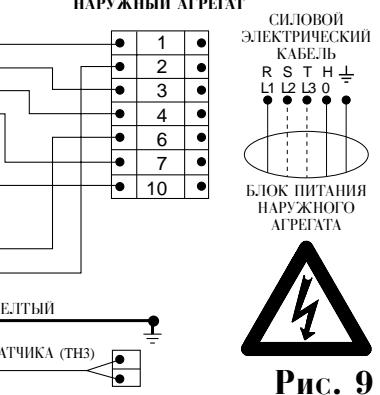

Рис. 9
2. Разместите настенный пульт ① на расстоянии до 8 метров от блока управления. Выберите такое положение, которое позволяет получать команды из любого места комнаты. (Необходимо, чтобы настенный пульт и пульт дистанционного управления всегда находились на линии прямой видимости).
3. Подсоедините один конец кабеля ② к настенному пульту, а другой конец - к точке на блоке управления, маркированной как "DISPLAY" - DP.
6. Соедините электрический кабель между внутренним и наружным агрегатами к соответствующим разъемам. Удалите изоляцию с каждого провода на длину в 7 мм и подключите провода к разъемам с помощью отвертки. Убедитесь, что каждый провод подсоединен в соответствии с его цветом. Смотрите Рис. 9.
- Соедините провода в соответствии с электрической схемой, показанной на Рис. 9.